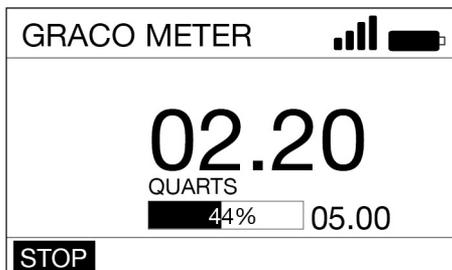

图 34
3. 使用向右或向左箭头选择“停止”(J) (图 34)。按下回车按钮。